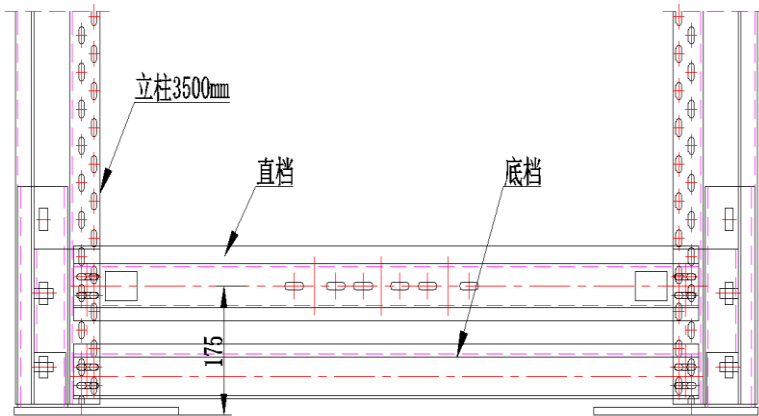
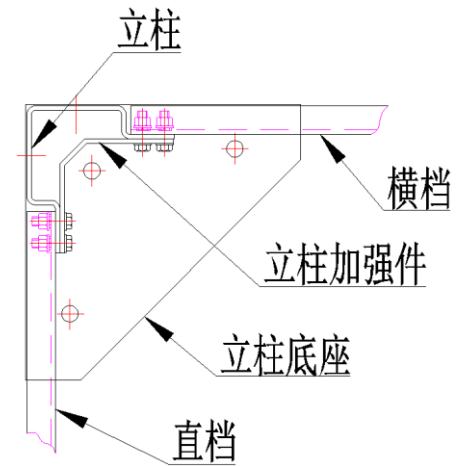

图 3-2 前底档安装示意图
图 3-3 立柱安装示意图
3.2.1 清除立柱底座表面的杂物，取长度为 3500mm 立柱，将立柱垂直插入立柱底座上用**小头麻车螺栓**（仅用于此处安装用）连接立柱和立柱底座，取前底档连接立柱并在立柱内侧相应位置装长度为 210mm 的立柱底座加强件，见图 3-2；然后在底坑地面向上 170mm 处安装一圈直档和横档（**翻边宽度较宽的一边朝下安装**），相应位置同时安装立柱加强件（长 98mm），其余较长立柱加强件等厂检验收完后再安装，见图 3-3、3-4、3-5。